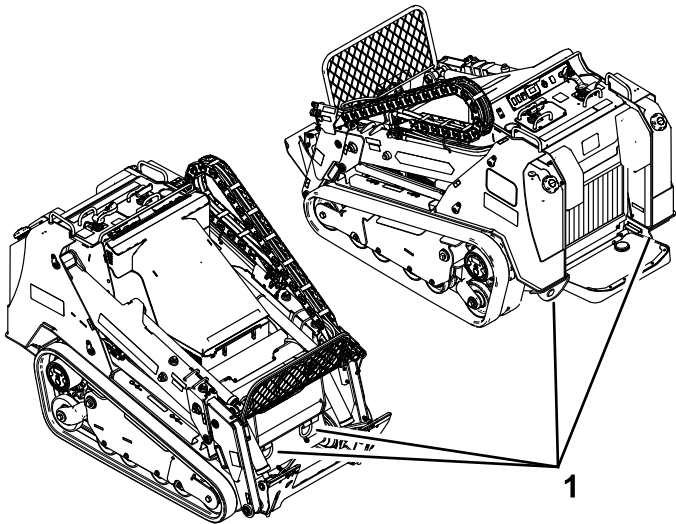

Figure 35
6. Remorquez la machine en utilisant les points d'attache (voir Figure 35).
8. Servez-vous des points d'attache en métal de la machine pour arrimer solidement la machine sur la remorque ou le véhicule utilitaire avec des sangles, des chaînes, des câbles ou des cordes (Figure 35). Reportez-vous à la réglementation locale concernant les exigences en matière d'arrimage.